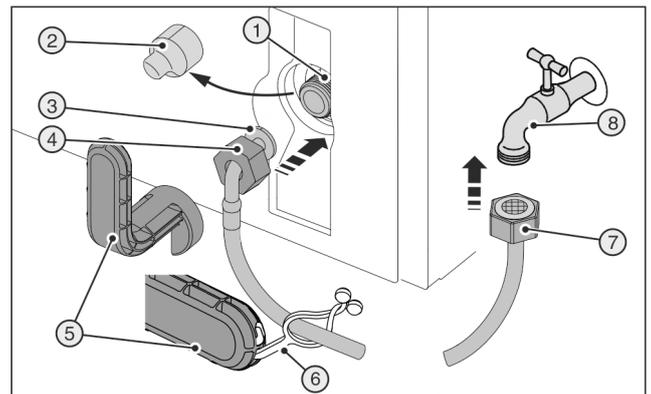
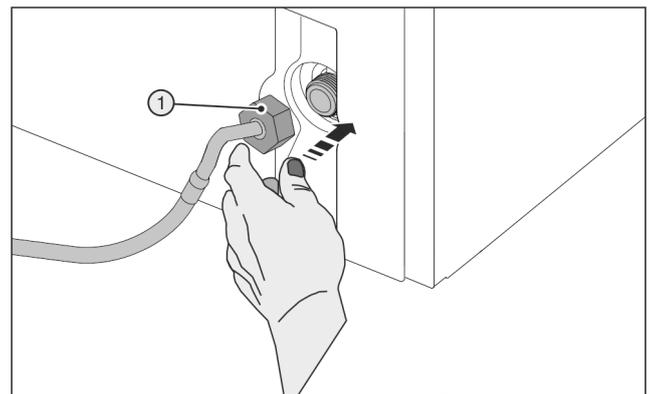

Fig. 51 *
Fig. 52
- Retire la cubierta Fig. 51 (2).
- Montaje facilitado: Tienda el extremo recto de la manguera Fig. 51 (7) hacia la izquierda sobre el suelo.
- Deslice la tuerca Fig. 51 (4) sobre el extremo de manguera acodado Fig. 51 (3) hasta el final y sujétela.
- Coloque la tuerca Fig. 52 (1) con cuidado y atornillela derecha en la rosca.
- Coloque la tuerca Fig. 52 (1) con cuidado y atornillela derecha con dos dedos en la rosca, hasta que se logre un asiento seguro y firme.
¡Herramienta auxiliar Fig. 51 (5) rota! Cortaduras.
- Utilice la herramienta auxiliar Fig. 51 (5) exclusivamente a temperatura ambiente.
- ▶ Apriete la tuerca Fig. 52 (1) con la herramienta auxiliar Fig. 51 (5) en el sentido de las manecillas del reloj hasta que se logre el par de apriete máximo y no se tuerza la herramienta auxiliar Fig. 51 (5).
- ▶ Atornille la tuerca Fig. 51 (7) en la llave de cierre Fig. 51 (8).
¡Herramienta auxiliar Fig. 51 (5) rota!
- ▶ Utilice la herramienta auxiliar Fig. 51 (5) exclusivamente a temperatura ambiente.
- ▶ Apriete la tuerca Fig. 51 (7) con la herramienta auxiliar Fig. 51 (5) en el sentido de las manecillas del reloj hasta que se logre el par de apriete máximo y no se tuerza la herramienta auxiliar Fig. 51 (5).
- ▶ Enganche la lengüeta Fig. 51 (6) en la herramienta auxiliar Fig. 51 (5) y fíjela en la manguera de acero inoxidable para su conservación.
- ▶ Abra lentamente la llave de cierre Fig. 51 (8) de la alimentación de agua.